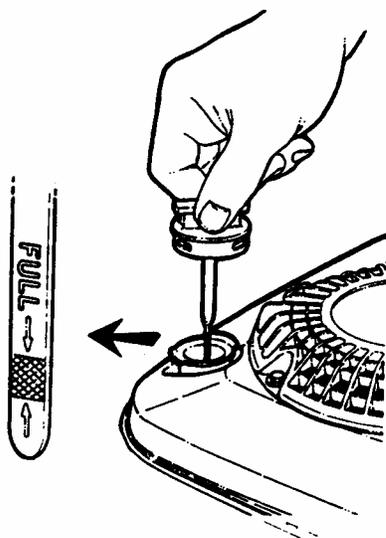

FIGURE 2.2
**2.1.4.** Contrôlez le niveau d'huile moteur et complétez le niveau s'il en manque pour atteindre la marque supérieure (FULL). Référez-vous au manuel du moteur pour les spécifications de l'huile. Voir figure 2.2.